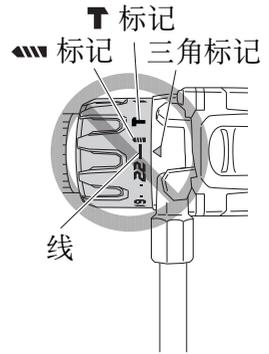

图 16
- 当离合器转盘位于“22”和钻机标记中部的线之间时，请勿使用本机，否则会造成损坏。(请参照图 16)